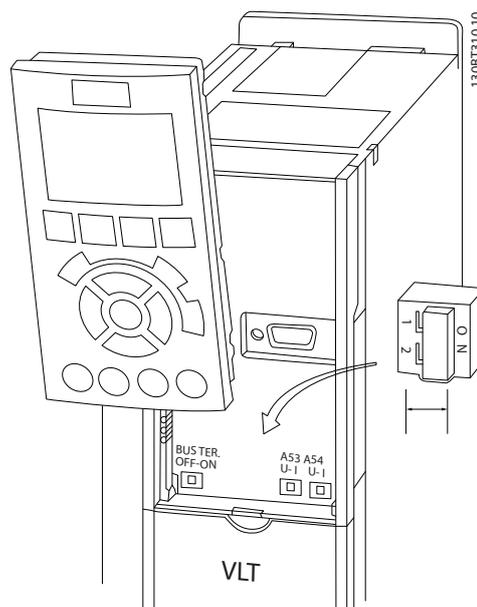

Abbildung 2.22 Lage der Schalter für die Klemmen 53 und 54
- Sie erreichen die Schalter, wenn Sie das LCP abnehmen (siehe *Abbildung 2.22*). Die Optionsmodule in Steckplatz B decken diese Schalter ggf. ab. Entfernen Sie diese zum Ändern der Schaltereinstellungen. (Trennen Sie vor Arbeiten am Frequenzumrichter immer die Energiezufuhr.)